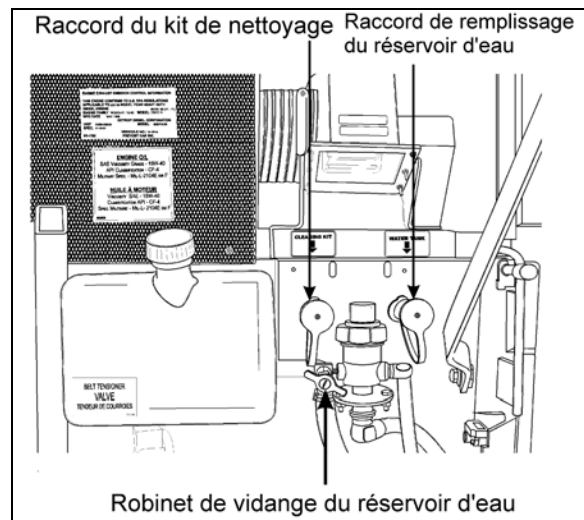

FIGURE 26 : ROBINETS DE SERVICE DU RÉSERVOIR D'EAU DOUCE
2. Insérer la saillie de l'extrémité de la clé **BOBRICK** dans le trou rectangulaire du capuchon (Figure 26). La pousser à l'intérieur du trou. En tenant la clé **BOBRICK**, faire pivoter le capuchon d'environ 1/8 de tour dans le sens antihoraire.